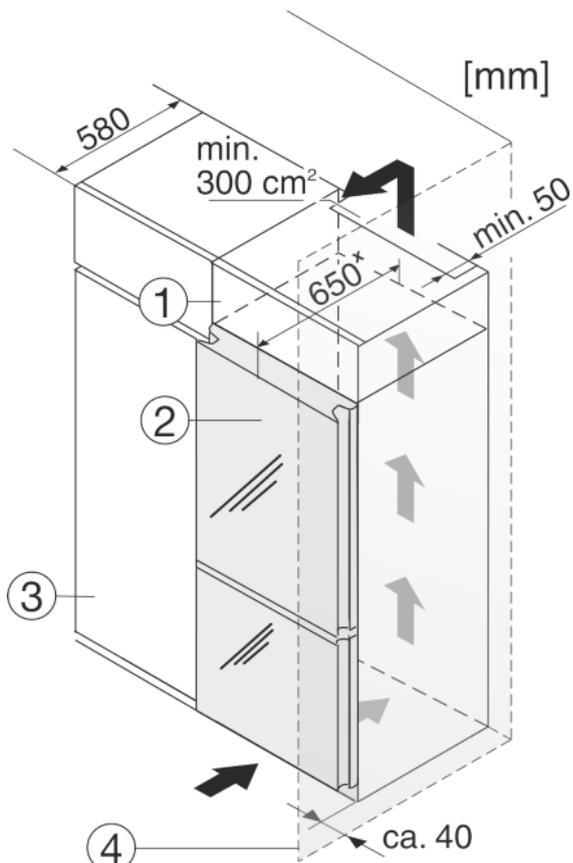

Fig. 17
L'apparecchio può essere incassato nell'arredamento per la cucina. Per adattare l'apparecchio Fig. 17 (2) all'altezza della cucina componibile, è possibile applicare sopra l'apparecchio un adeguato mobile da appoggio Fig. 17 (1).
Se la cucina possiede armarios (profundidad máx. 580 mm), el aparato se puede colocar directamente junto al armario de cocina Fig. 17 (3). La puerta del aparato sobresale 70 mm \* respecto al frente del armario de cocina.
Se l'apparecchio con cerniere viene installato accanto ad una parete Fig. 17 (4), la distanza minima fra l'apparecchio e la parete deve essere almeno di 40 mm.